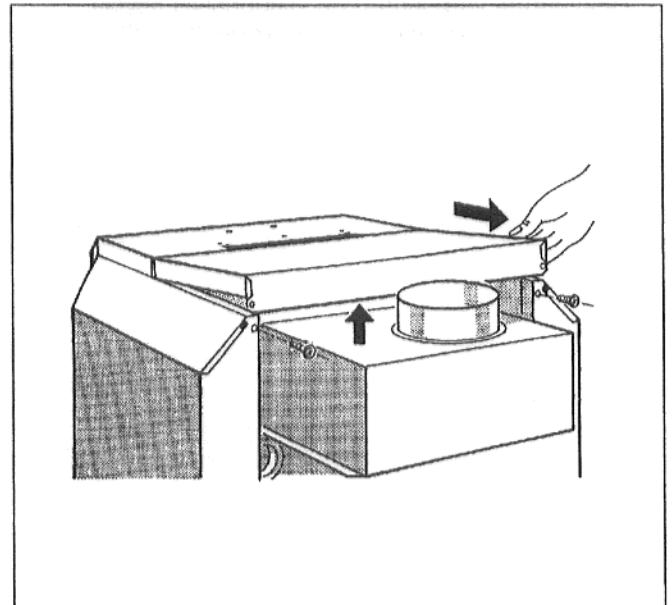

Рис. 5: Снять задний кожух котла
- Вывинтить оба крепежных винта заднего кожуха котла. Приподнять задний кожух котла и снять его, подав назад (Рис. 5).